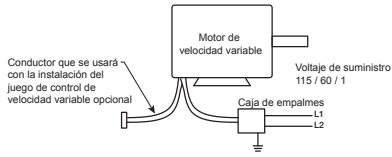

Figura 6
2. Conecte el motor en el voltaje que desee según el diagrama de cableado que se encuentra en el motor o consulte la Figura 6 para conocer el diagrama de cableado de conexiones.